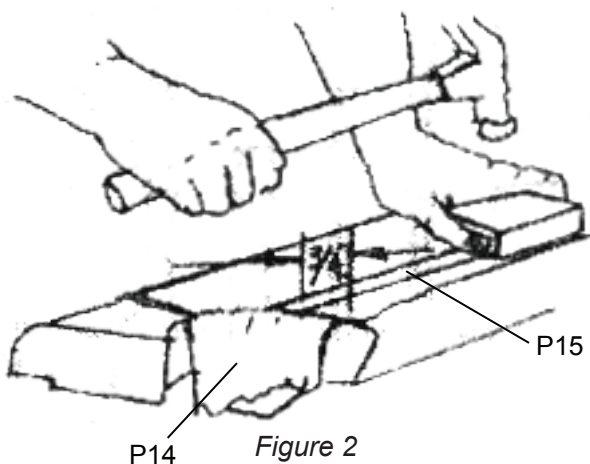

Figure 2
4. À chaque extrémité de la bande, étirez le tissu vers le coussin de caoutchouc de plus de 1,27 cm vers le coussin et enfoncez la languette. (figure 2)